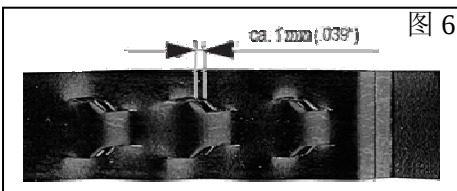

图 6
6、咬扣检查：为了获得最佳咬扣效果，钢带上必须形成互锁的阴阳扣。如果没有形成如图所示（图 6）的样子，请更换模块和束紧下齿板。